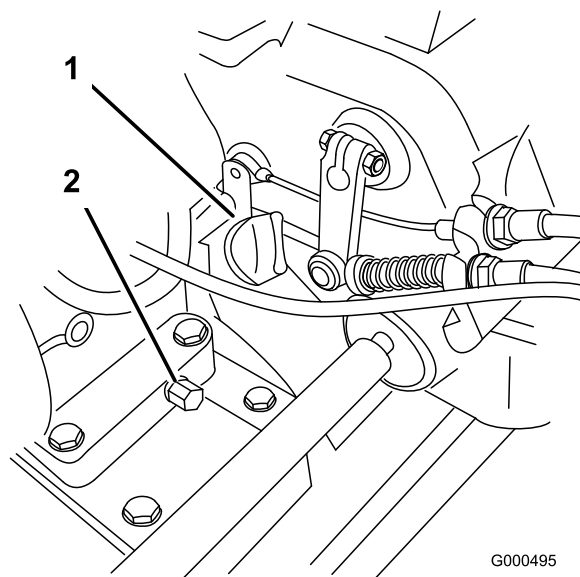

Figure 20
1. Positionnez la machine de sorte que le moteur soit de niveau et nettoyez la surface autour de la jauge d'huile (Figure 20).
2. Placez un bac de vidange sous le bouchon de vidange à l'arrière de la machine (Figure 20). Enlevez le bouchon de vidange.